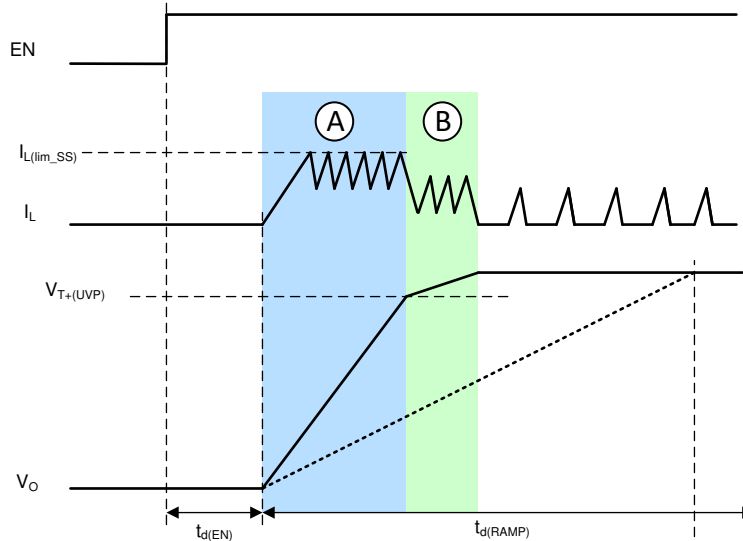

图 7-1. 典型的软启动行为
TPS631012 和 TPS631013 具有两种启动机制，具体由寄存器 CONTROL2 中的 FAST_RAMP_EN 位控制。图 7-1 显示了典型的启动情况（低输出负载，典型输出电容）。
- 当 FAST_RAMP_EN = 1 时，快速斜坡模式将启用。输出斜坡行为如图 7-1 中的实线 V_o 所示
- 当 FAST_RAMP_EN = 0 时，快速斜坡模式将禁用。输出斜坡行为如图 7-1 中的虚线 V_o 所示
启用快速斜坡模式后，如果选择的电容小于所选斜坡时间 $t_{d(RAMP)}$ 对应的电容值时，这些器件将控制电感器峰值电流以限制浪涌电流并确保尽可能快速软启动。然后，输出电压上升速度快于基准电压斜坡（请参阅图 7-1 中的 A 相）。为了避免输出过冲，当输出接近目标电压并遵循即将完成启动的电压斜坡所给出的基准电压斜坡压摆率值时，电流钳位将停用（请参阅图 7-1 中的 B 相）。从电流钳位状态的转换使用 $V_{T+(UVP)}$ 阈值来检测，其中该阈值通常为标称输出电压的 90%。在 B 相之后，输出电压将很好地调节至标称目标电压。电流波形取决于输出负载和运行模式。启动期间的电流限制有两个选项，并由寄存器 CONTROL2 中的 CL_RAMP_MIN 位控制。
- 当 CL_RAMP_MIN = 0 时，启动期间的典型电流限制（图 7-1 中的 A 相）为 500mA
- 当 CL_RAMP_MIN = 1 时，启动期间的典型电流限制（图 7-1 中的 A 相）为 1000mA